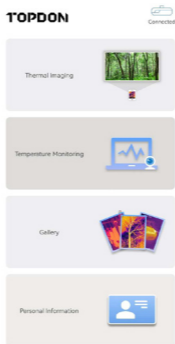

図 3.1.3
3. TC001 アプリを開いて、ホームページの右上にあるアイコンに「接続済み」と表示されます（図 3.1.3 を参照）。